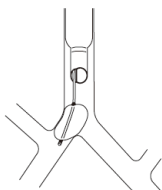

Bild 8
- 1) & 2) Ovan kan hänföras till faktum att blockeringskuffen har förflyttats in i lumen på trakea (bråck), smalnar av den (Bild 8).
7. Om ett sådant bråck som beskrivs i Bild 8 inträffar kan syrebrist avhjälpas genom att helt enkelt tömma luften i kuffen.